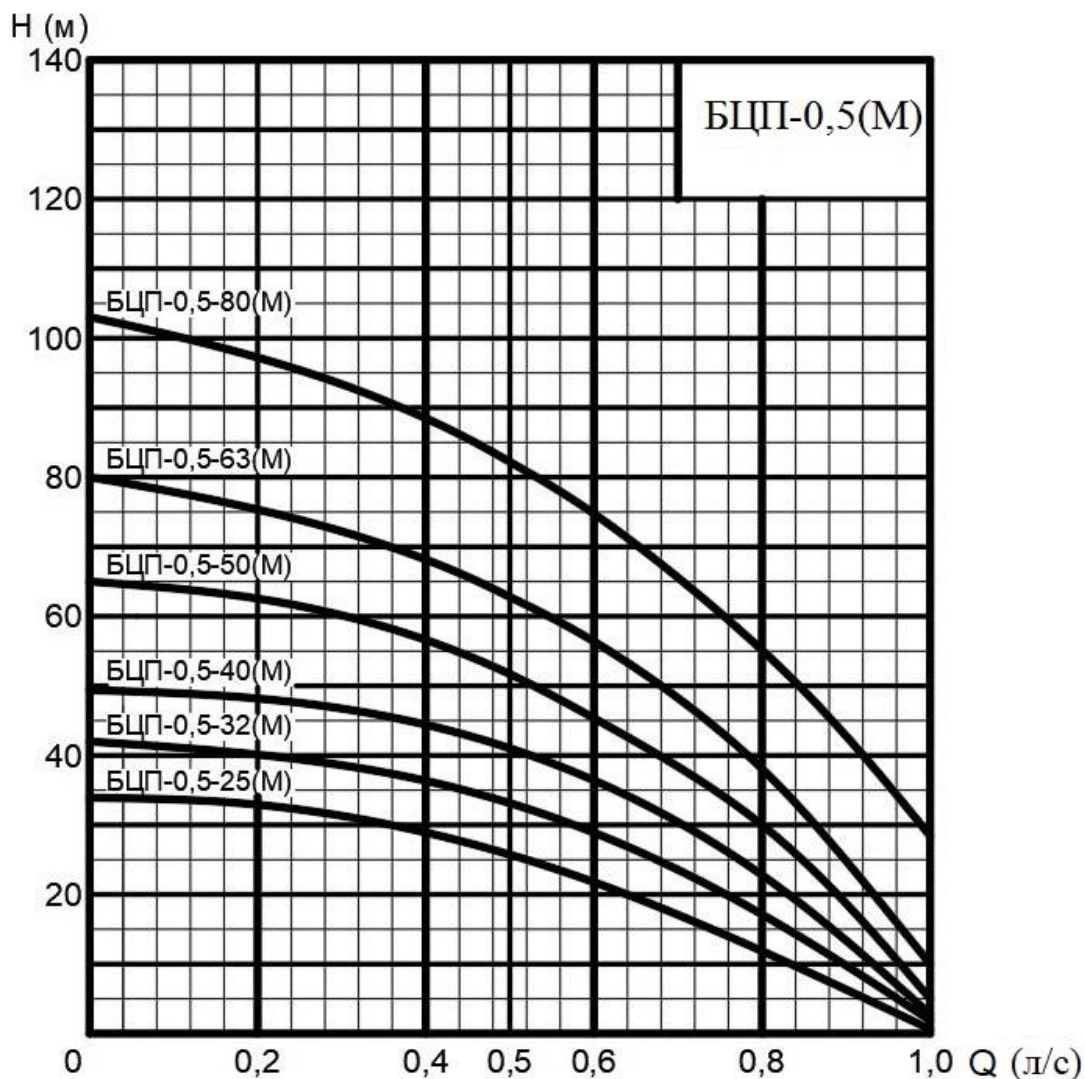

Рис. 1
2.2 Напорные характеристики БЦП- (М) приведены на рис. 1.
характеристики (рис. 1) по фактическому напору (Н), создаваемому электронасосом для подъема воды из скважины.
При эксплуатации электронасоса с максимальной объемной подачей и минимальным напором (см. рис. 1) возрастают потребляемая мощность, нагрузки на электродвигатель и рабочие органы насоса. КПД электронасоса при этом минимальный. Оптимальным режимом эксплуатации электронасоса является его работа при номинальном напоре и номинальной объемной подаче (см. табл.).